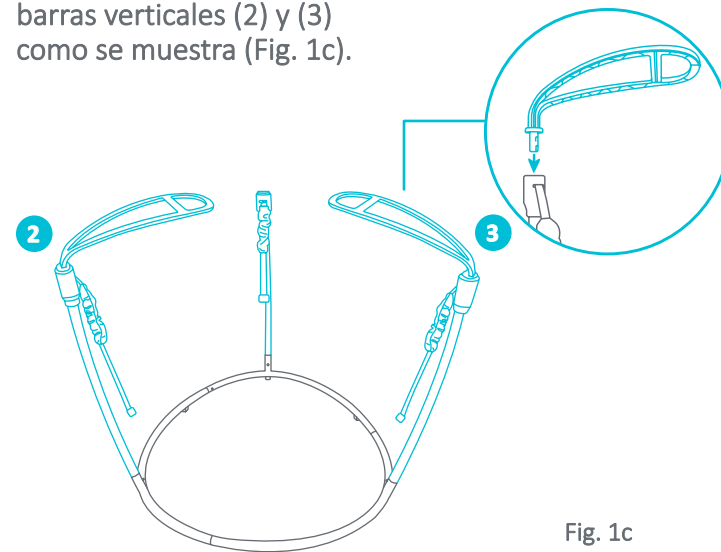

Fig. 1c
Inserte cada arco colgante en la parte superior de las barras verticales (2) y (3) como se muestra (Fig. 1c).